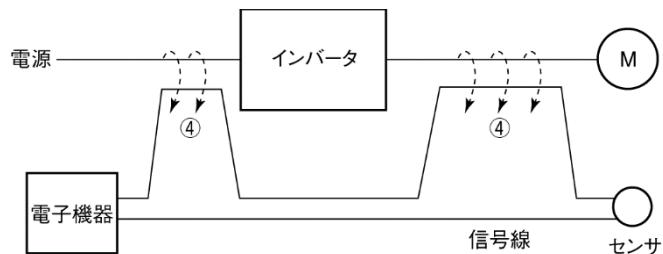
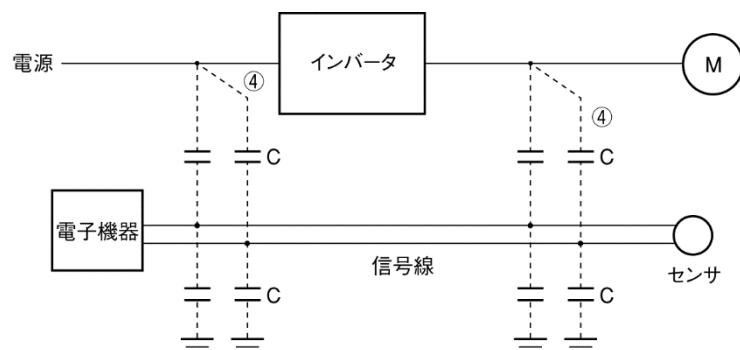

図4 電磁誘導ノイズ
図5 静電誘導ノイズ
ノイズ電流の流れているインバータの入力側や出力側の電線に周辺機器の電線や信号線を近付けると、電磁誘導(図4)や静電誘導(図5)によって周辺機器の電線や信号線にノイズが誘導されます。これが④の誘導ノイズです。